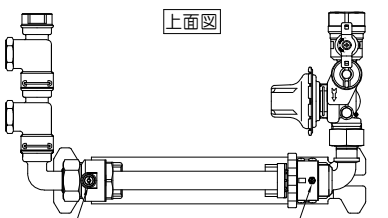

図.12
- 2.本製品は一次側弁箱部に仮止め用ボルトを設けてありますので配管設置時に向きを仮調整することが可能です。(図.12)
③ 配管終了後の洗管
①パイプシャフト内配管と本製品の配管は減圧弁カセット取付前(Uキャップ接続状態)にフラッシングにより管内の異物を十分除去し洗管してください。フラッシング終了後、ストレーナの清掃を行ってください。ストレーナの清掃方法は本書の要領に従ってください。(⑦参照)
④ 水道メーター・代用管(耐圧検査兼用具)の設置および交換方法
1.本製品内蔵の止水栓を閉じた後、圧力を抜くために上面図(図.12)の水抜きプラグを緩めるまたは二次側の水栓を開いてください。
⑦ ストレーナの掃除方法
①1.本製品内蔵の止水栓を閉じた後、圧力を抜くために上面図(図.12)の水抜きプラグを緩めるまたは二次側の水栓を開いてください。